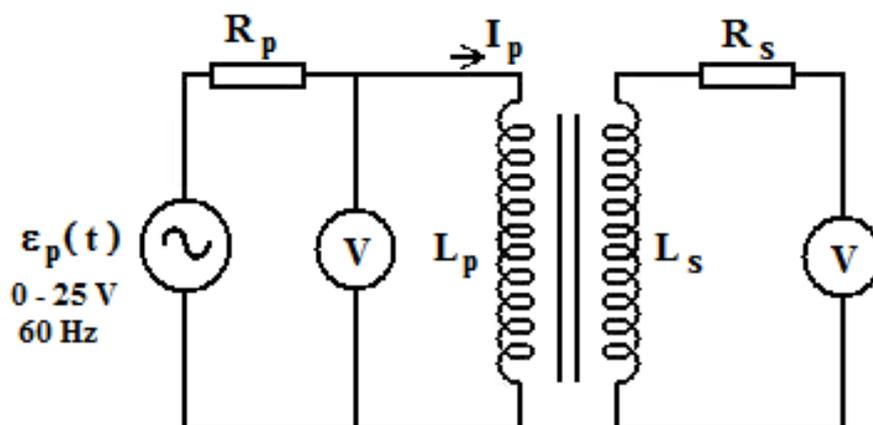

Figura 5.2 – Montagem experimental usada para estudar as relações de tensão elétrica nas bobinas primária e secundária de um transformador.
- i. Monte os circuito mostrado na Figura 5.2 usando bobinas com números diferentes de espiras (use a bobina primária aquela com maior número de espiras);